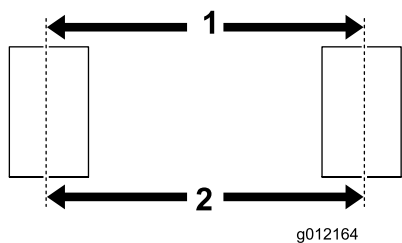

图4
2. 在轮胎的前面和后面，测量轮毂高处中心到中心的距离（图4）。